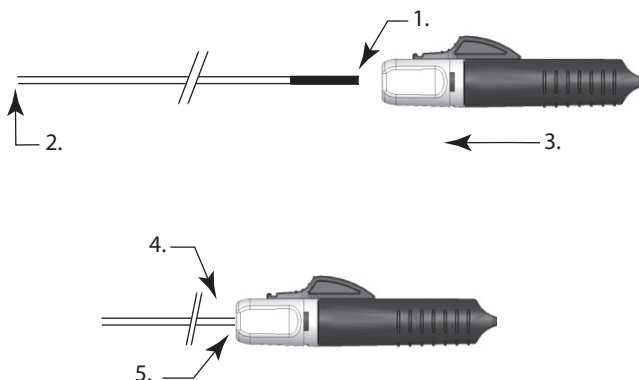

Рисунок 3
13. Удерживайте проксимальный конец толкателя имплантата на дистальном конце индикатора загрузки. Продвиньте устройство мгновенного разделения поверх проксимального конца толкателя имплантата, так, чтобы индикатор загрузки полностью вошел в воронку, а толкатель прочно установился в приводе (см. рисунок 3).